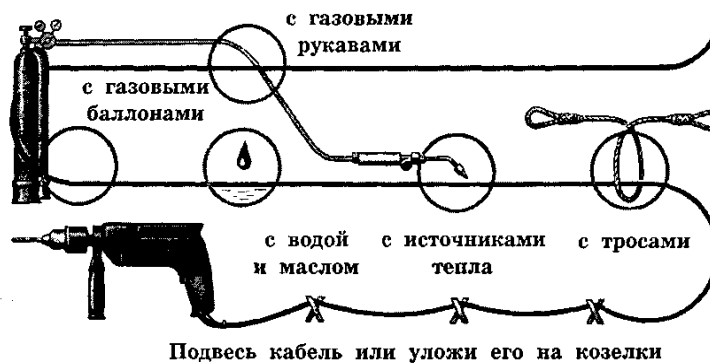

Рис. 10. Защита кабеля от повреждений (плакат)
3.1.5. Не допускать соприкосновения с металлическими, горячими, влажными и масляными поверхностями или предметами (рис. 10).